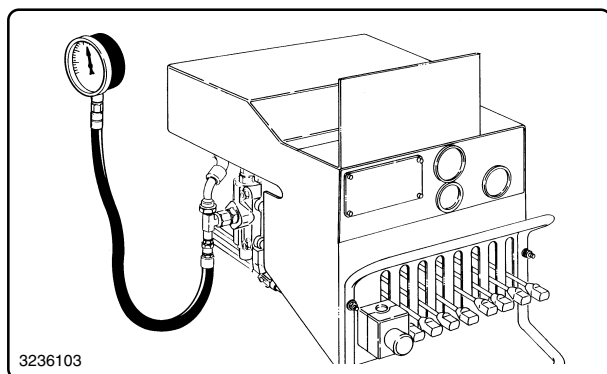

fig. 8.15.1
Montare un manometro di precisione per alta pressione (fondo-scala minimo 400 bar), nell'apposito attacco rapido installato sulla testata di entrata del distributore (vedi fig. 8.15.1) e controllare che la pressione generale e quella dei vari elementi del distributore siano conformi ai valori prescritti (vedi schema par. 7). Nelle gru provviste di "limitatore di momento" oltre alle operazioni descritte precedentemente, occorre controllare anche la taratura della valvola di regolazione della pressione dell'impianto limitatore.
*Fit a precision high-pressure gauge (scale minimum 400 bar - 5700 psi), in the fastening connector on the control valve block inner head (see fig. 8.15.1) and check that the general pressure and that of the various elements of the control valve block in accordance with prescribed values (see diagram, par. 7).*